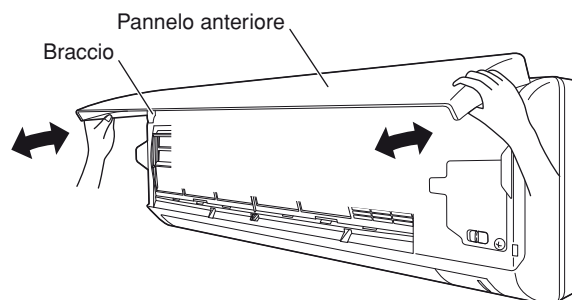

Fig. 16-2
- (1) Aprire il pannello anteriore fino a che è quasi orizzontale, prendere le sezioni vicine ai bracci del pannello anteriore su ambedue i lati e quindi tirare verso di sé per togliere il pannello anteriore. (Fig. 16-2)